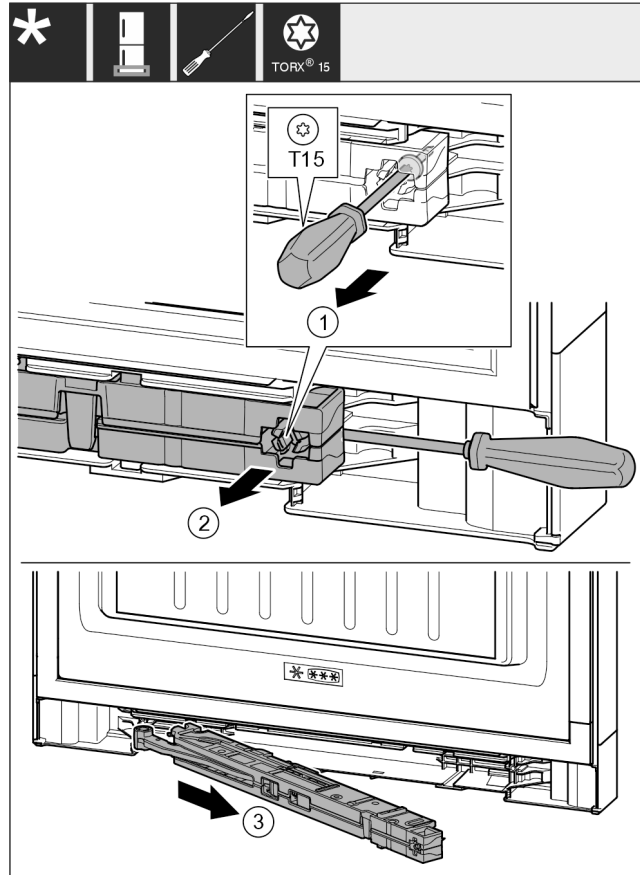

Fig. 21
- ▶ Skrutku Fig. 21 (1) na jednotke tlmiča uzatvárania uvoľnite skrutkovačom 14 mm.
- ▶ Vypáčte jednotku tlmiča uzatvárania Fig. 21 (2) na strane rukoväti dopredu pomocou skrutkovača.
- ▶ Vytiahnite jednotku tlmiča uzatvárania Fig. 21 (3).